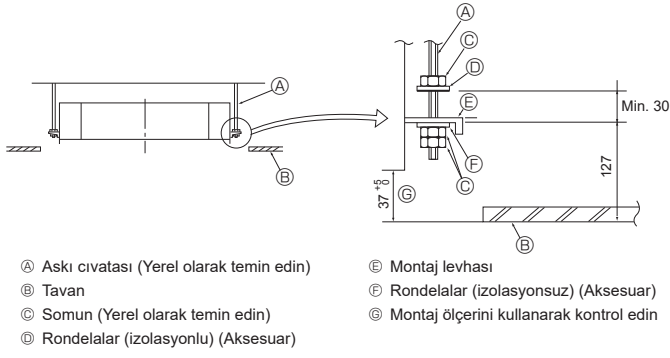

Fig. 4-5
4.5. Üniteyi asma işlemleri (Fig. 4-5)